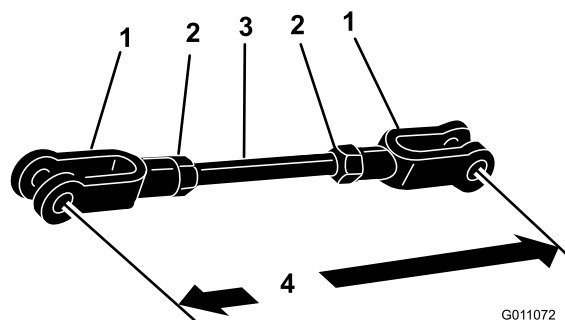

Figura 12
6. Instale as porcas e forquilhas na barra roscada (Figura 12).
7. Ajuste as forquilhas até que os centros dos orifícios estejam afastados 228,6 mm (Figura 12).